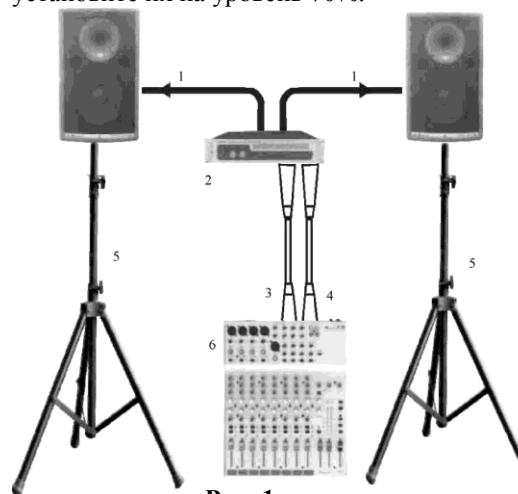

Рис. 1
- 2) Выполните другие соединения согласно показанному на схеме (рис. 1).
#### Пояснения к рис.1: